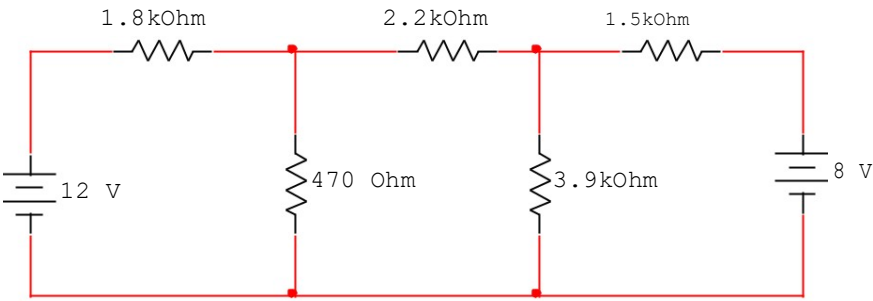

Figura 3.1 Circuito para el análisis de nodos.
Se requiere el análisis analítico del circuito mostrado en la figura 3.1., mediante la técnica del análisis de nodos. El valor obtenido de cada voltaje de nodo anótelo en la tabla 3.1.
3.5.1. Implemente el circuito que se presenta en la figura 3.1.
3.5.3. Simule en el software Multisim, Proteus, o cualquier otro simulador, el circuito de la figura 3.1, obteniendo los valores de los voltajes de nodo. Anote los resultados en la tabla 3.1.
Tabla 3.1. Resultados obtenidos para el circuito de la figura 3.1.